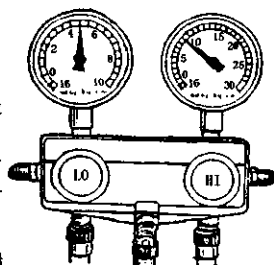

图4-89 压缩机有故障时高低压力表的压力指示
①空调控制电路的熔断器断路,线路接触不良会造成压缩机不转,应检查熔断器和线路连接是否可靠。必要时进行检修。
②检查驱动皮带张力和离合器间隙是否符合规定,离合器间隙是指压缩机皮带轮与吸盘之间的间隙,一般为0.4~0.7 mm。驱动皮带的挠度为6~8 mm(压力100 N)。
③检查离合器电磁线圈电阻值应为3~5 Ω。如电阻过小则为短路,表针不动则为断路。
④压缩机不制冷,检查时,低压侧压力过高,而高压侧压力过低。如图4-89所示。这样故障多数是压缩机内部有泄漏,衬垫或阀损坏。应更换损坏零件,必要时更换总成。